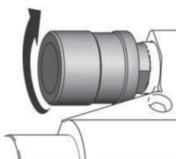

Figura 8 – Regulando la presión
1. Coloque el regulador de la presión (3) en el valor más bajo (figura 8);